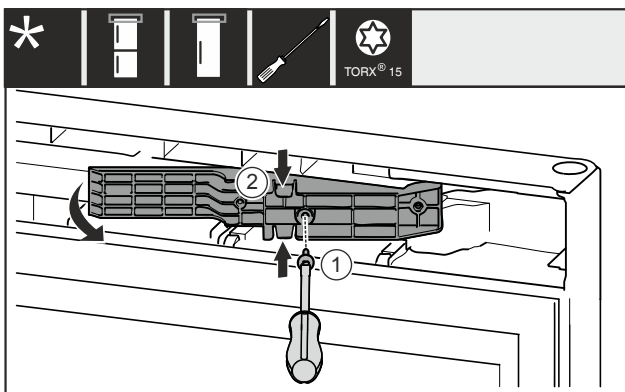

Fig. 16 *
- ▶ 移除螺栓 Fig. 16 (1)。
- ▶ 将上方和下方适配件 Fig. 16 (2) 轻轻挤压在一起，然后向前拉出。*